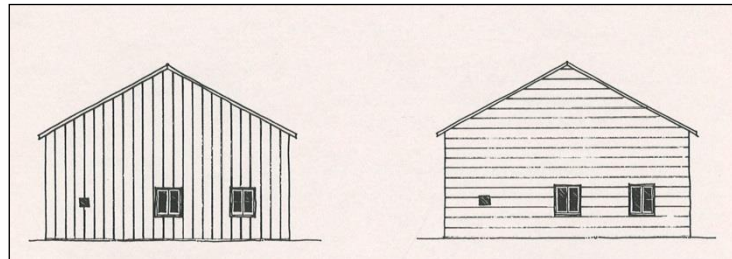

Fig. 14
- Privilégier la pose en petits éléments (fig. 13) et éviter les feuilles métalliques à ondes verticales continues qui accentuent la hauteur du bâtiment, ou les éléments horizontaux qui alors le découpent en tranches (fig. 14).